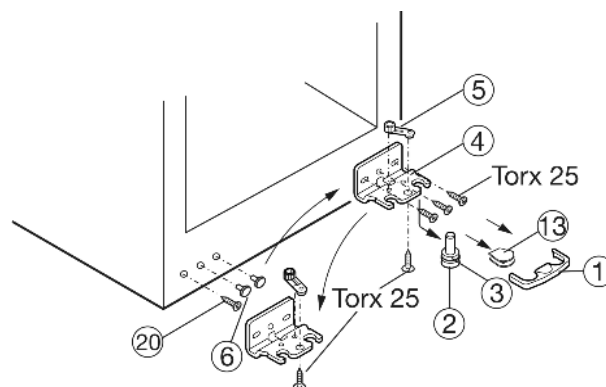

Fig. 4
- ▶ Предохранитель Fig. 4 (1) снимите движением вперед.
- ▶ Снимите крышку Fig. 4 (13).*
- ▶ Вытяните опорный палец Fig. 4 (2) вниз и вперед. При этом следите за гнездом шарнира Fig. 4 (3).
- ▶ Открутите опорный кронштейн Fig. 4 (4).
- ▶ Открутите опорную деталь Fig. 4 (5) и, переставив в отверстие на противоположной стороне опорного кронштейна, снова прикрутите.
- ▶ Снимите и снова установите пробку Fig. 4 (6) на противоположную сторону со стороны ручки.
- ▶ Выкрутите болт Fig. 4 (20) и вкрутите на противоположной стороне.
- ▶ Снова прикрутите опорный кронштейн Fig. 4 (4) на новой стороне шарнира (с моментом 4 Нм). При необходимости используйте аккумуляторный шурупверт.
- ▶ Снова слегка наклоните устройство назад и снова установите опорный палец Fig. 4 (2) с гнездом шарнира Fig. 4 (3). Заубрина на опорном пальце должна быть расположена спереди.
- ▶ Установите крышку Fig. 4 (13) на противоположной стороне.*
- ▶ Предохранитель (1) нужно зафиксировать сбоку на кронштейне, чтобы опорный палец и двери были защищены от выпадения.
- ▶ Снова защелкните предохранитель (1) на опорном кронштейне.
- ▶ При необходимости выровняйте дверцы через два продольных паза в опорном кронштейне Fig. 4 (4) параллельно корпусу устройства. Для этого выкрутите средний винт.